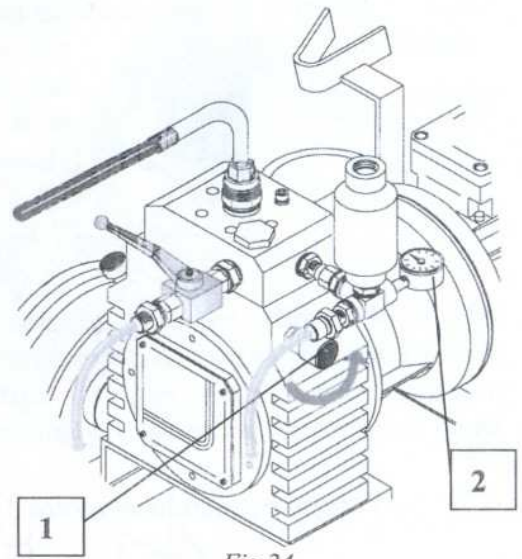

Fig. 24
9) En base a la viscosidad del producto regular la presión de trabajo, girando el regulador (0-250 bar) de manera que la bomba pueda alcanzar el propio equilibrio estático de presión (fig. 24).